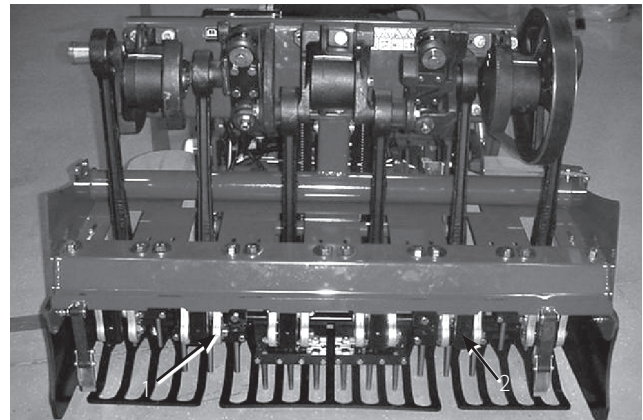

図 25
5. タイン・ホルダー #2 と #5 (図25) にタインを取り付け、キャップスクリューで固定する。